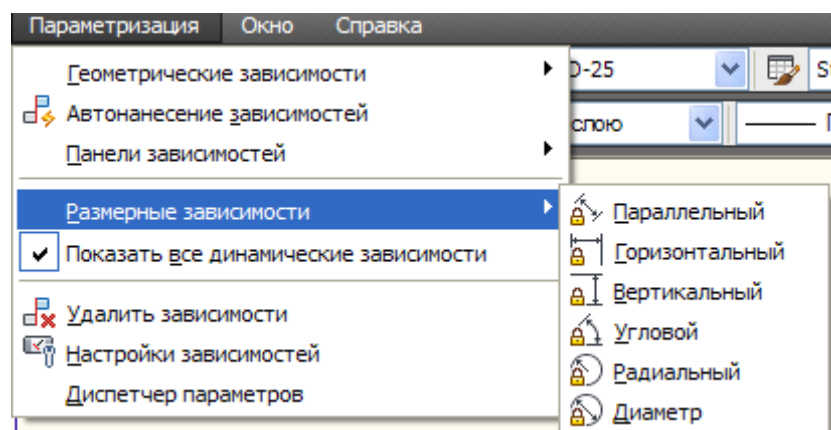

Рис. 2. Размерные зависимости.
- Параметризация/Размерные зависимости (рис. 2);